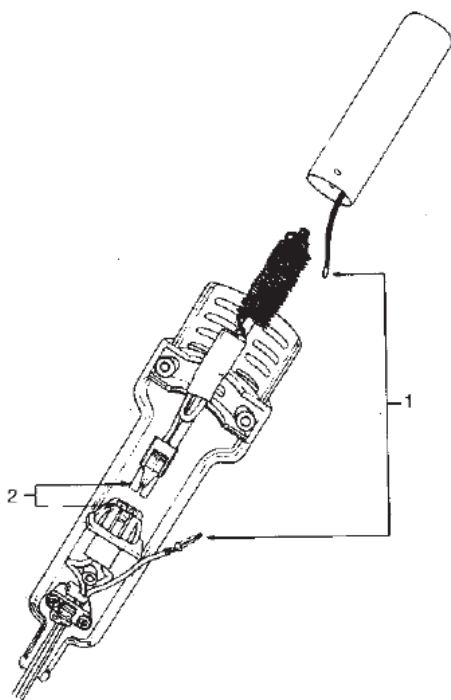

Рис.2
- Снимите нагревательный элемент. Ослабьте кабель (рис.2 (2)) и снимите нагревательный элемент.